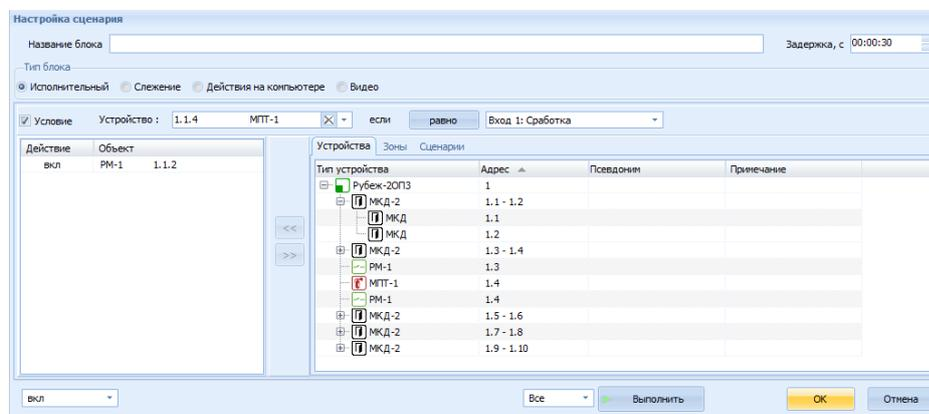

Рисунок 7.41 Окно «Настройка сценария», добавили в исполнительный блок РМ-1 (1.1.2)
- 6) из правого окна в левое переместить РМ-1 с адресом 1.1.2, выбрать действие Вкл и нажать **ОК**. (т.к. в случае сработки МПТ-1 в промежуток времени от 0 до 30 с. должен включиться РМ-1 с адресом 1.1.2) (Рисунок 7.41),